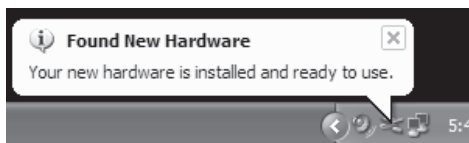

Abb. 10
2. Nach Abschluss der Treiberinstallation erscheint die Meldung "Ihre neue Hardware ist installiert und betriebsbereit" (Abb. 10).